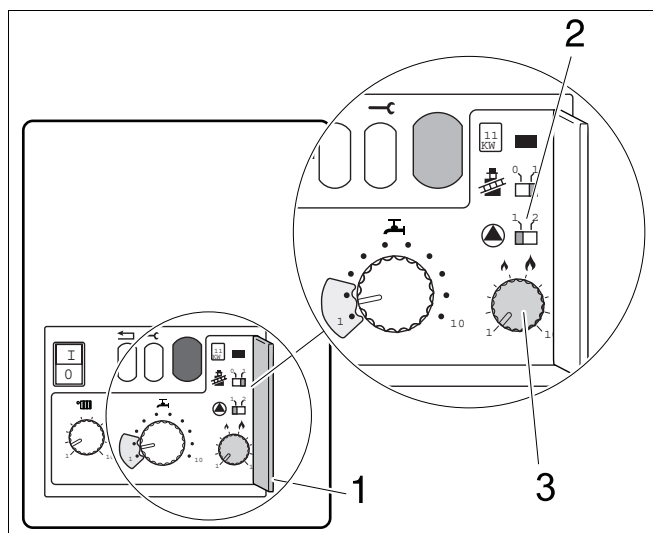

Fig. 21 2° livello di servizio
- Ribaltare verso l'alto il coperchio del 2° livello di servizio (fig. 21, pos. 1).
- Posizionare l'interruttore (▲) (fig. 21, pos. 3) su "1" . Temporizzazione della pompa 4 min.